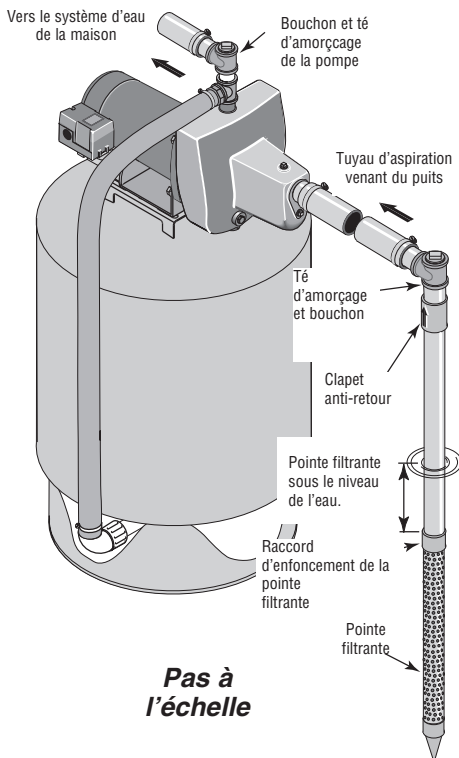

Figure 1 : Installation avec une pointe filtrante
## INSTALLATION DE LA POINTE FILTRANTE (Figure 1)
3. Utiliser le moins possible de raccords (en particulier des coudes) lorsque l'on branche la tuyauterie de la pointe filtrante sur l'orifice d'aspiration de la pompe. Le diamètre du tuyau d'aspiration doit être au moins aussi grand que le diamètre de l'orifice d'aspiration de la pompe (y compris le clapet anti-retour si la pompe n'en comporte pas un - voir la Figure 1). Supporter le tuyau de façon qu'il ne soit pas cintré afin qu'il n'exerce pas de contraintes sur le corps de la pompe; de plus, il doit être légèrement incliné vers le haut, du puits jusqu'à la pompe (les points hauts risquent de causer des poches et des bouchons d'air dans la pompe). Rendre étanches les raccords du tuyau d'aspiration avec du ruban d'étanchéité en PTFE pour filetage. Les raccords doivent être étanches à l'air et à l'eau. *Si le tuyau d'aspiration aspire de l'air, la pompe ne pompera pas l'eau du puits.* Si une pointe filtrante ne fournit pas suffisamment d'eau, considérer brancher deux ou trois pointes filtrantes sur un même tuyau d'aspiration.